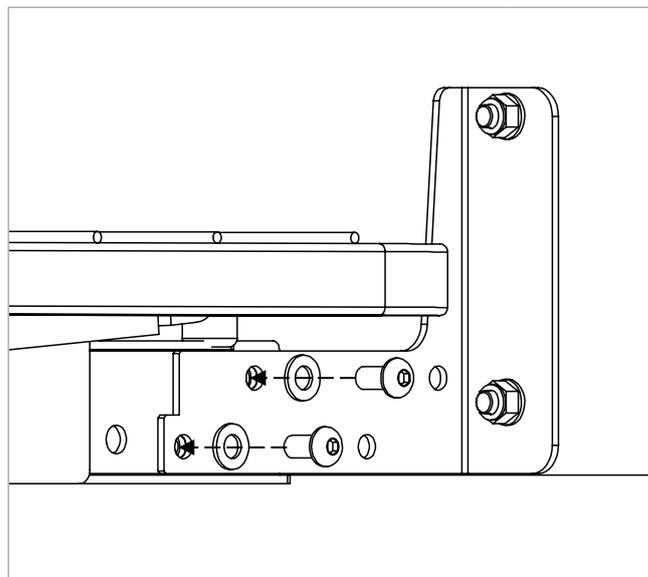

Figure 12.4
3. Fixez la tête/le pied de lit avec les boulons et les rondelles en position étendue, comme illustré dans Figure 12.4.